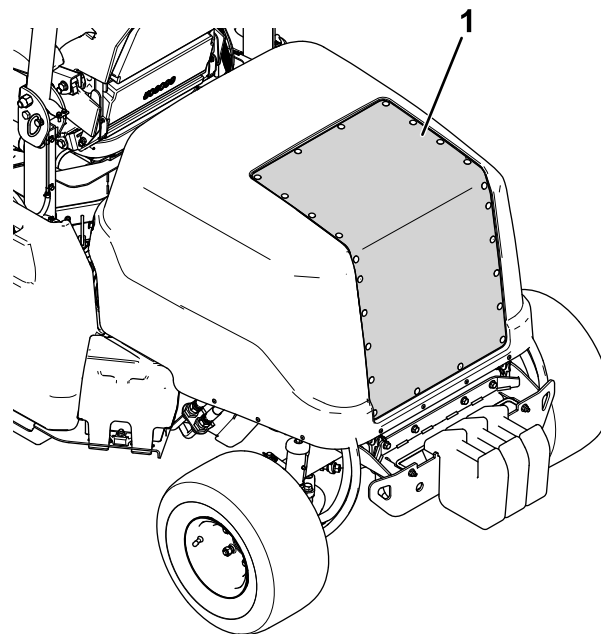

Figura 66
2. Utilizzate aria compressa per pulire la griglia del cofano (mostrata nella Figura 66). Indirizzare l'aria all'esterno della macchina.